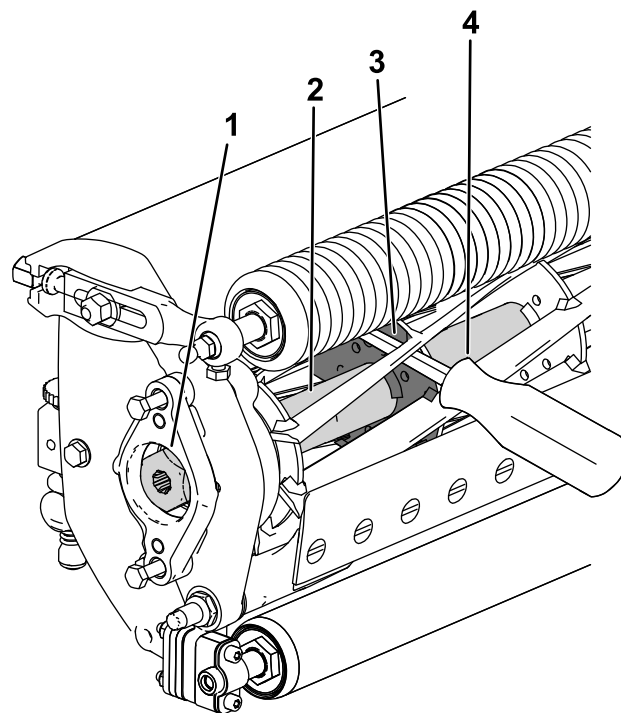

Figura 36
2. Inserite un piede di porco con manico lungo ( $\frac{3}{8}$ " x 12") raccomandato, con manico a cacciavite) attraverso la parte inferiore del cilindro di taglio, più vicino al lato dell'apparato di taglio da serrare (Figura 36).
3. Posizionate il piede di porco contro il lato di saldatura della piastra di supporto del cilindro (Figura 36).